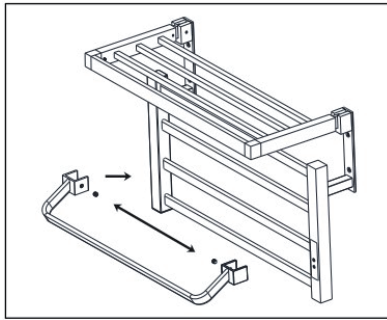

Figure 7
4. Desserrer les vis sur les deux côtés du rack, et le fixer sur les deux colonnes de la partie chauffante. Puis serrer les vis à l'aide d'un tournevis à fente. Comme le montre la figure 7.